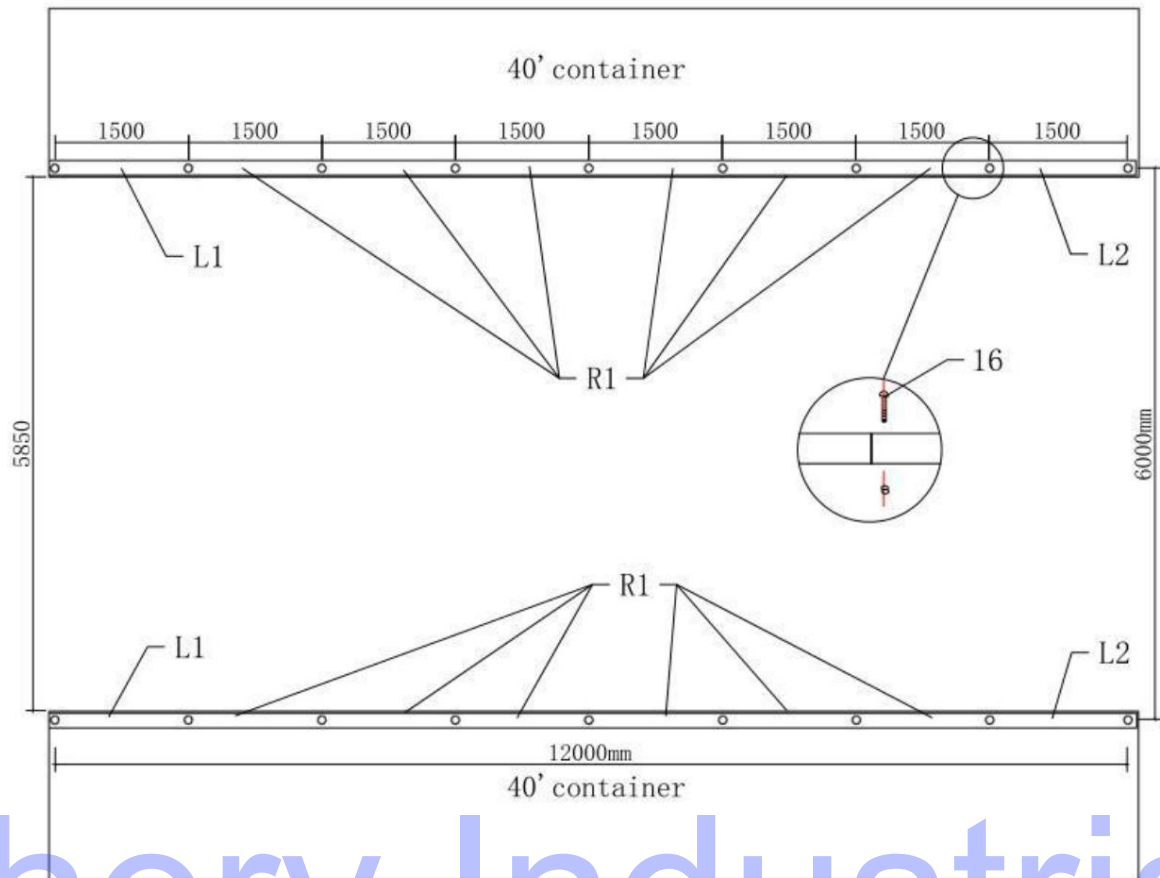

Figure 1
Veuillez vous référer au schéma (Figure 1) pour placer les plaques de base.
2. Fixez la plaque de base (n° L1/ L2 / R1) et les pièces de connexion (n° 15) par boulon (n° 16) selon la figure 1.